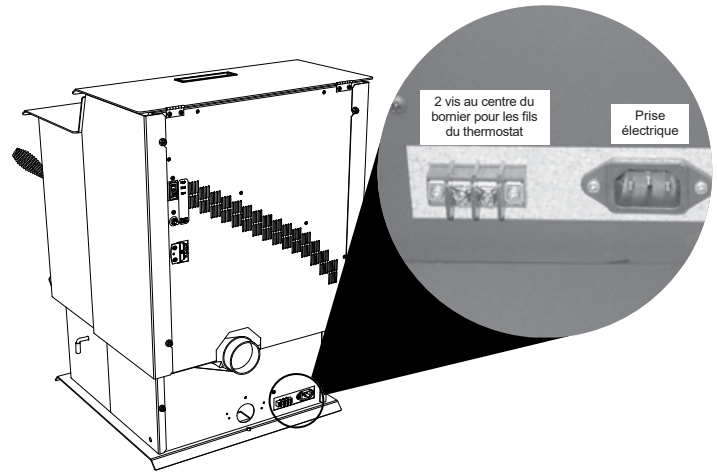

Figure 24.2
- a. Il y a quatre (4) vis de bornier situés à l'arrière de l'angle inférieur gauche de la poêle directement sur le côté du cordon d'alimentation entrée. Le centre de deux (2) vis pour les fils du thermostat attacher les fils du thermostat à ces deux vis (**Figure 24.2**).